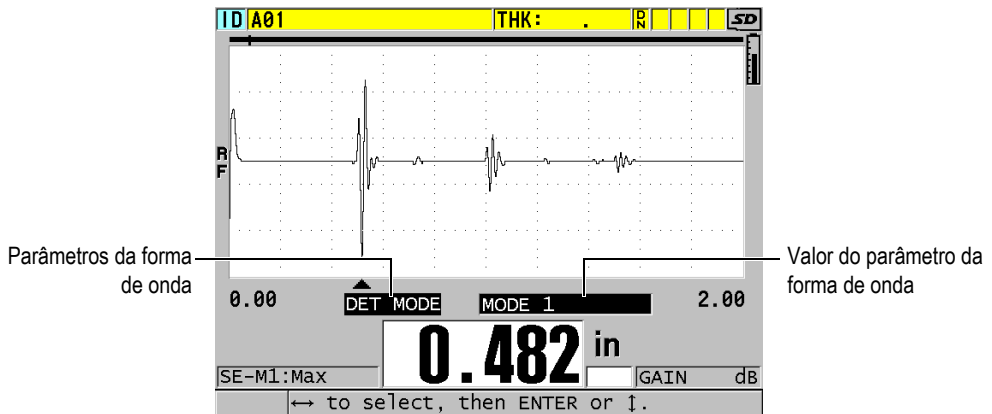

Figura 13-2 Ajustar os parâmetros da forma de onda
2. Na tela de medição, pressione **[WAVE ADJ]** (AJUSTE DE ONDA). Os parâmetros para ajuste da forma de onda aparecem na tela de medição acima do valor da espessura (veja Figura 13-2 na página 255).